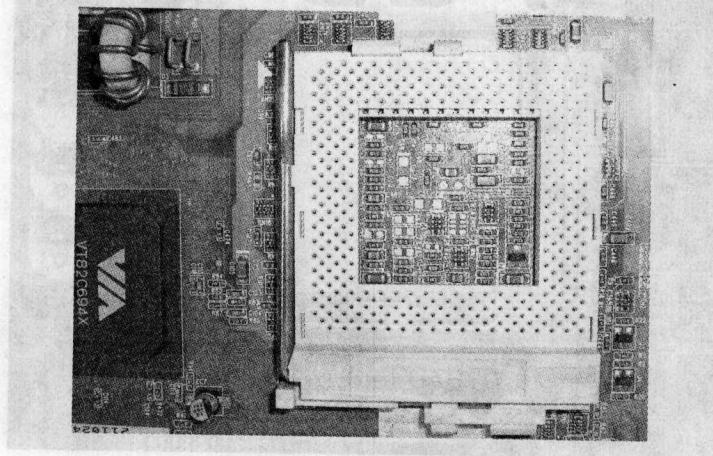

图 1-2 Socket370 接口
① Slot1 是英特尔公司为 Pentium II 系列 CPU 设计的接口，对应针脚为 296 针。它将 Pentium II CPU 以及相关控制电路、二级缓存都做在一块子卡上，多数 Slot1 主板使用 100MHz 外频。采用 Slot1 接口的主板芯片组有英特尔的 443BX/ZX/LX、i810、i820 系列，VIA 的 Apollo 系列，ALI 的 Aladdin Pro II 系列及 SIS 的 620、630 系列等。这种接口已经被淘汰，但有些工控机仍在使用该接口。
② Socket370 接口是英特尔公司为 Celeron (赛扬) 处理器开发的接口，外观上与 Socket7 非常相像，采用零插拔力插座，对应 370 针脚 CPU，如图 1-2 所示。可支持 Pentium III，Celeron (赛扬) I、II、III 代 CPU。